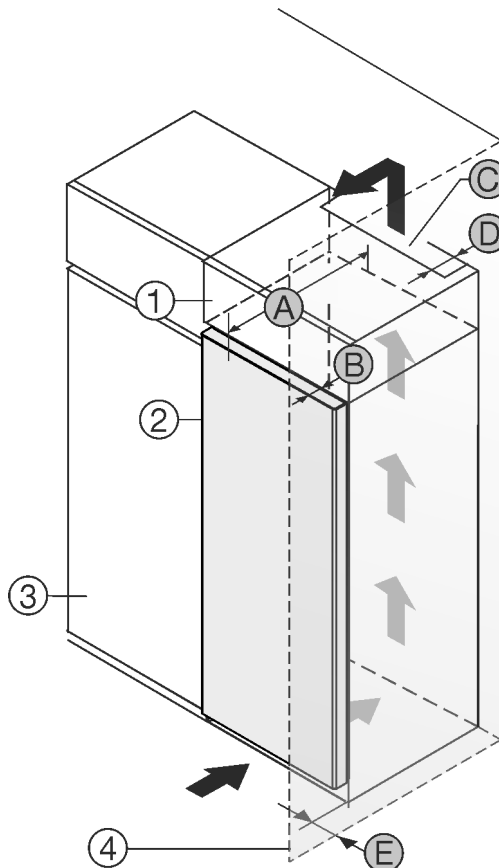

Fig. 1
Jūs varat uzstādīt ierīci tieši blakus virtuves skapim Fig. 1 (3).*
Uzliekamā skapīša aizmugurē jābūt ventilācijas spraugai ar dziļumu Fig. 1 (D) visa uzliekamā skapīša platumā.*
Zem telpas grieztiem jāievēro ventilācijas šķērsriezums Fig. 1 (C).*
Ja jūs uzstādāt ierīci ar eņģēm blakus sienai Fig. 1 (4), tad atstatumam starp ierīci un sienu jābūt vismaz 13 mm.*
Lai jūs varētu pilnīgi atvērt durvis, ierīcei jābūt izvirzītai par durvju dziļumu Fig. 1 (B) attiecībā pret virtuves skapja priekšdaļu. Atkarībā no virtuves skapju Fig. 1 (3) dziļuma un sienas spraišu izmantošanas ierīce var būt vairāk izvirzīta.*